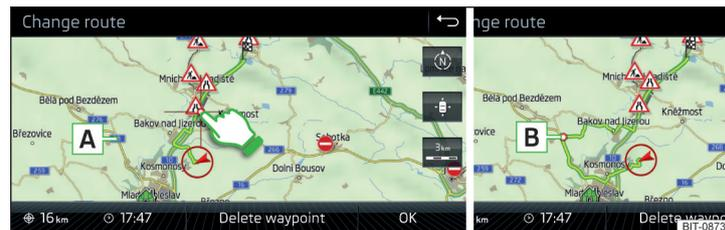

Abb. 248 **Routenänderung in der Karte / Routendurchfahrtspunkt**
- Den Bildschirm im Routenbereich berühren und den Kreuzpunkt auf die gewünschte Stelle in der Karte (z. B. A) » Abb. 248) verschieben.
Der Durchfahrtspunkt B » Abb. 248 wird in die Route eingefügt. ►